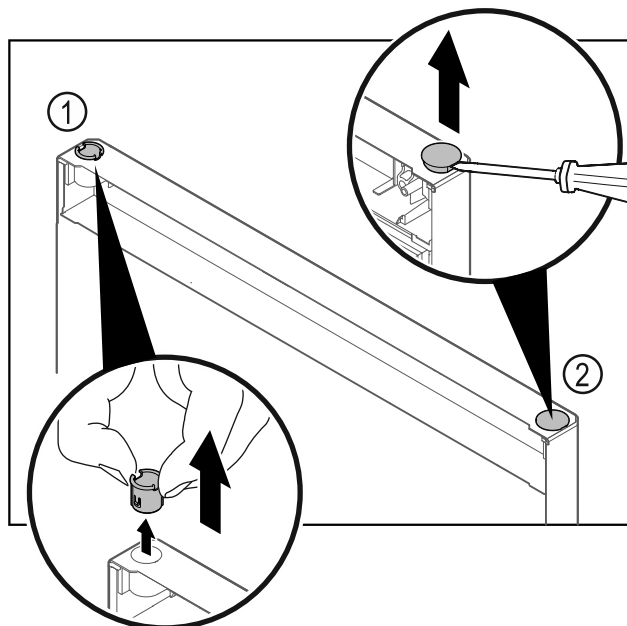

Fig. 27
- ▶ Dra ut gångjärnsbussningen Fig. 27 (1) med fingrarna.
- ▶ Lyft försiktigt upp täckpluggen Fig. 27 (2) med en spårskruvmejsel och dra ut den.